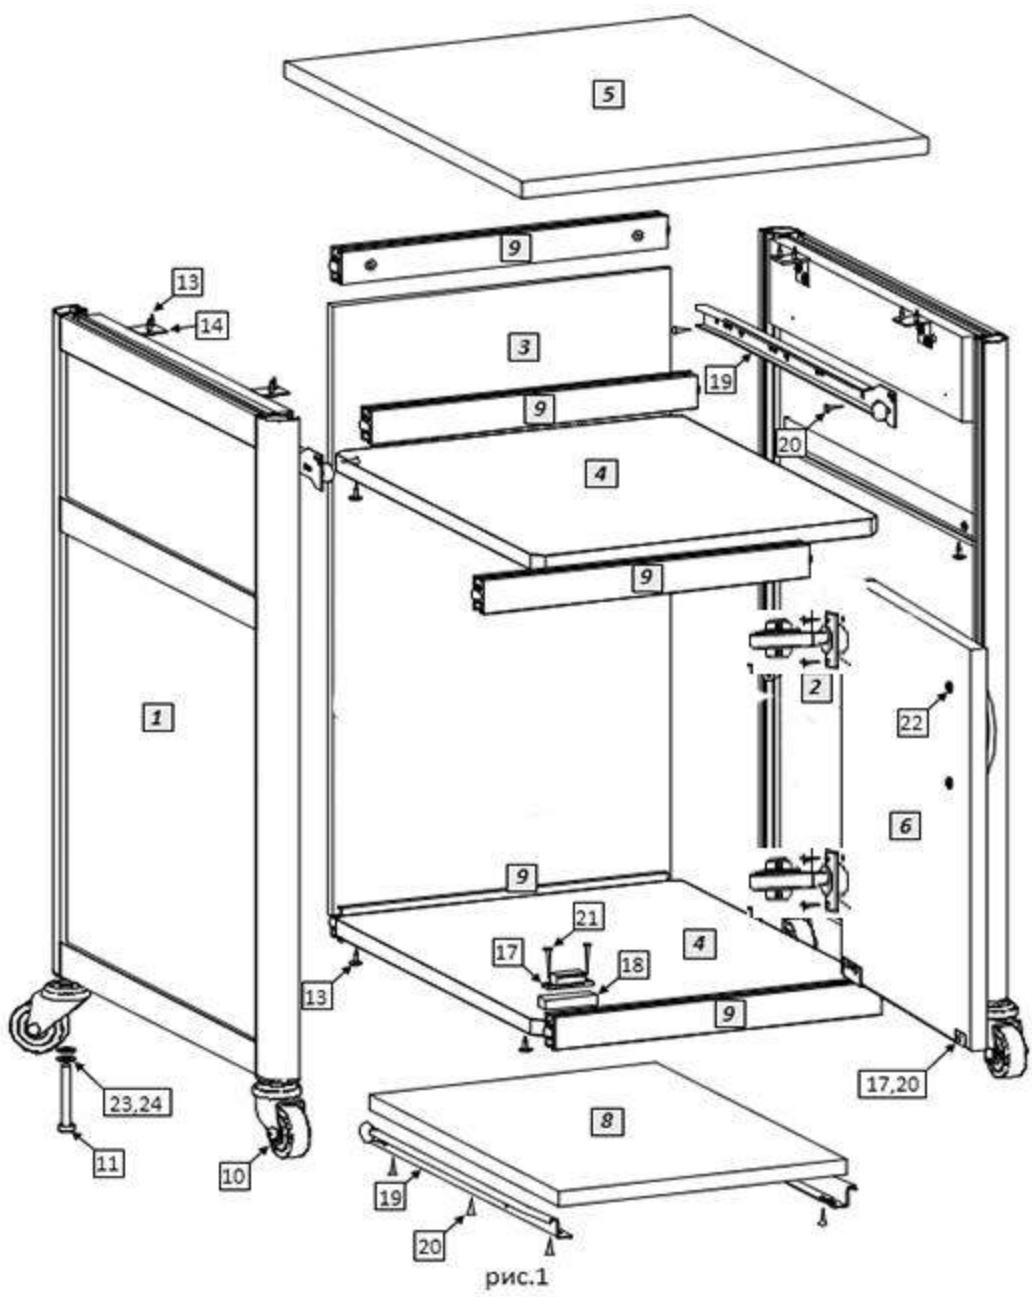

рис.1
- 5.1 Распаковав тумбу, внимательно ознакомьтесь со схемой сборки, изображённой на рис.1. Согласно позициям на схеме и комплектовочной ведомости определите расположение деталей в изделии и порядок их сборки. Сборка производится на ровном полу, укрытом материалом, предотвращающим повреждение покрытия пола и деталей мебели. Подготовьте необходимые для сборки инструменты – плоскую и крестовую отвёртки, молоток, рулетку или линейку, гаечный ключ 13мм для установки колёсных опор, шуруповёрт.
- 5.6 Как показано на рис.1 соберите выдвижную полку [8] и установите её в корпус тумбы. Отрегулируйте зазоры двери - ослабляя и затягивая после сдвига винты установочных площадок поворотных петель.